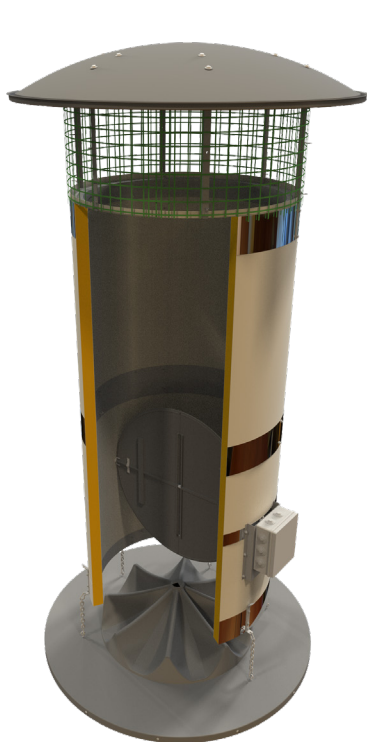

Рис. 1 – Общий вид камина VBP с управляемым клапаном
3.1 Пассивный приточный вентиляционный камин с управляемым клапаном типа VBP (Рис. 1).